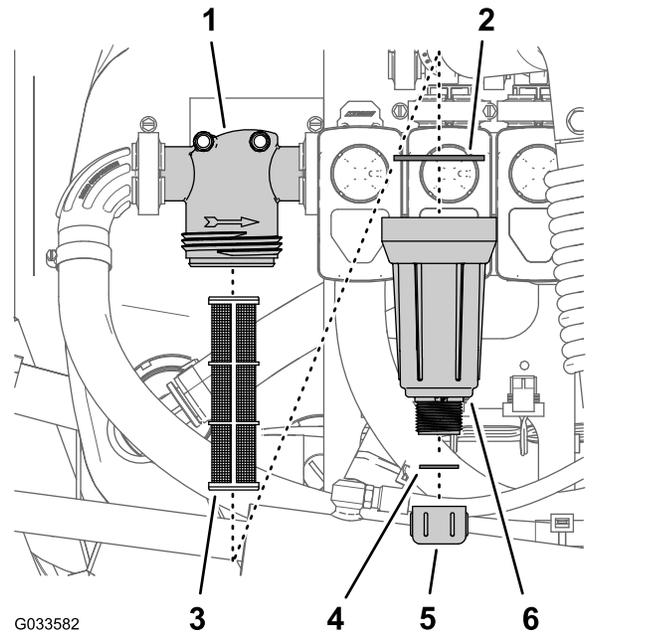

Figure 80
2. Placez un bac de vidange sous le filtre de pression (Figure 80).
3. Tournez le bouchon de vidange dans le sens antihoraire et retirez-le de la cuvette du filtre de pression (Figure 80).
4. Tournez la cuvette dans le sens antihoraire et déposez la tête du filtre (Figure 80).
5. Retirez l'élément du filtre de pression (Figure 80).
7. Contrôlez l'état et l'usure du joint du bouchon de vidange (à l'intérieur de la cuvette) et du joint de la cuvette (à l'intérieur de la tête du filtre) (Figure 80).
8. Placez l'élément dans la tête du filtre de pression (Figure 80).
9. Vissez la cuvette sur la tête du filtre et serrez-la à la main (Figure 80).
10. Vissez le bouchon de vidange sur le raccord au fond de la cuvette et serrez-le à la main (Figure 80).